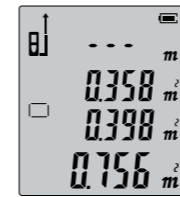

Рис. 3
• Нажмите кнопку **READ**, чтобы получить результат сложения этих двух площадей, как показано в **Рис. 3**.